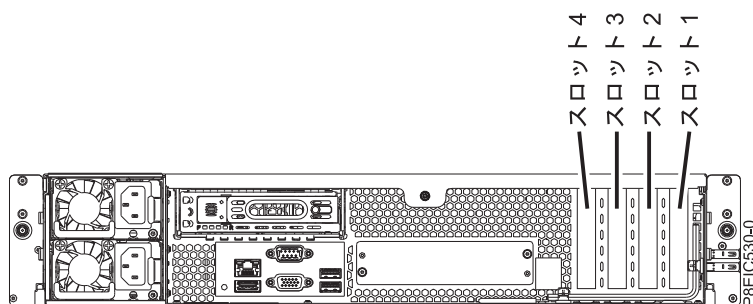

図 33. 8348-21C PCIe アダプター・スロット
2. PCIe アダプターに適切なスロットを選びます。62 ページの図 33を参照してください。